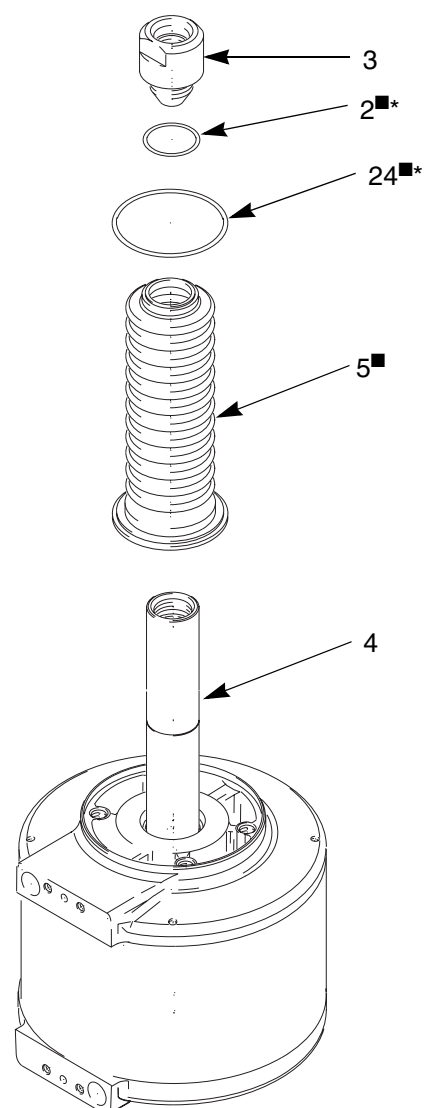

Fig. 10
2. Saque los tornillos (10) para desmontar el alojamiento (6) del motor neumático. Tenga cuidado de no aflojar las arandelas de seguridad correspondientes (11).
3. Tire del conector roscado (3) para comprobar que el eje del pistón (4) está en posición completamente extendida.
4. Afloje y desmonte el conector roscado (3).
5. Retire el fuelle (5■) y las juntas tóricas (24■, 2■) (FIG. 10).
Consulte la FIG. 10.